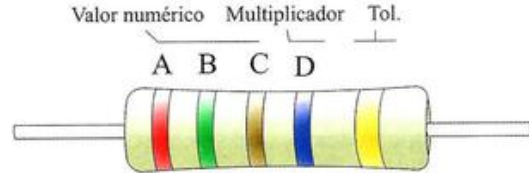

Figura 6.3. Resistencia con 5 anillos de color.
En el caso de 5 anillos, los tres primeros (A, B, C) dan el valor numérico, el cuarto (D) el multiplicador y el quinto (E) la tolerancia (Figura 6.3).